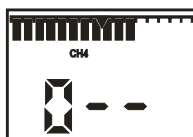

Рисунок 9.3
1) на воздухе, не содержащем горючих газов, перевести газоанализатор в режим "ПОДСТРОЙКА НУЛЯ". Для этого необходимо при нажатой кнопке "ОТКЛ" включить газоанализатор. После появления на индикаторе надписи "0 - -" отпустить кнопки (рисунок 9.3);
1) при нажатой кнопке "ОТКЛ" включить газоанализатор. После появления на индикаторе надписи " 0 - - " отпустить кнопки (рисунок 9.3);